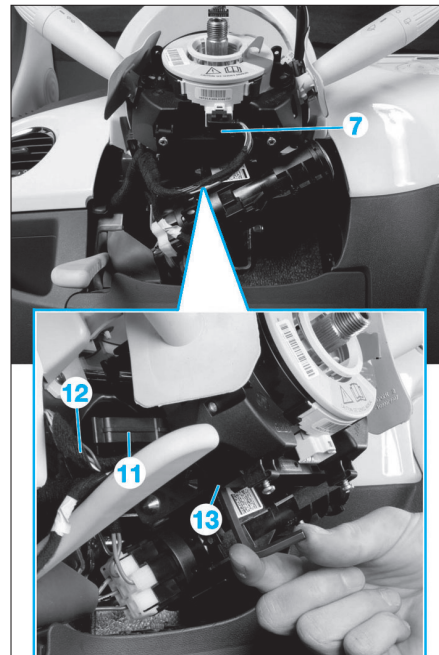

Fig. 6
- Déboîter et déposer l'antenne CODE (6).
- Débrancher le connecteur (7) du commodo (Fig.6).